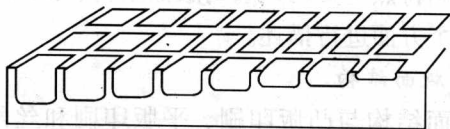

图 1-8 只有网穴的深度变化的凹版
(1) 凹版版面上的网穴开口不变，网穴的深度变化，图像阶调层次亮的部位，雕刻的网穴浅；反之，图像阶调层次暗的部位，雕刻的网穴深。这类网穴结构如图 1-8 所示。